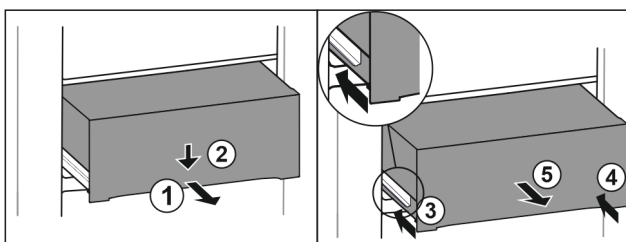

Fig. 149
- ▶ Húzza ki félig a fiókot. Fig. 149 (1)
- ▶ Nyomja le a fiók elülső oldalát. Fig. 149 (2)
- ▶ Tolja be a bal oldali sítet körülbelül 2 cm mértékben. Fig. 149 (3)
- ▶ Tolja be a jobb oldali sítet körülbelül 2 cm mértékben. Fig. 149 (4)
- ▶ Vegye ki a fiókot előrefelé. Fig. 149 (5)